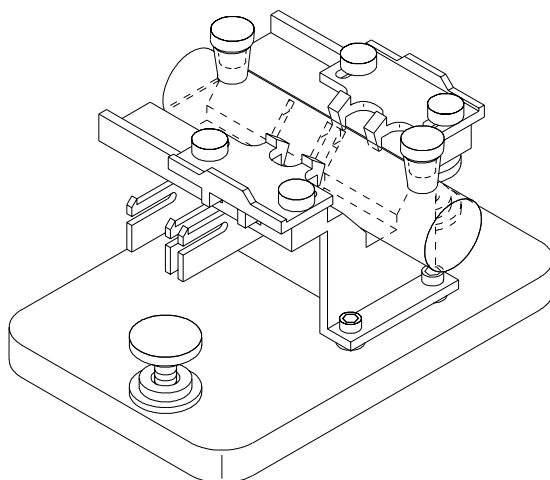

図 19 長光路長セルホルダに取付けた 10-cm 円筒形セル
- クランプを閉じてセルをはさみます（図 19）。セルを固定する 4 本のネジを締めます。